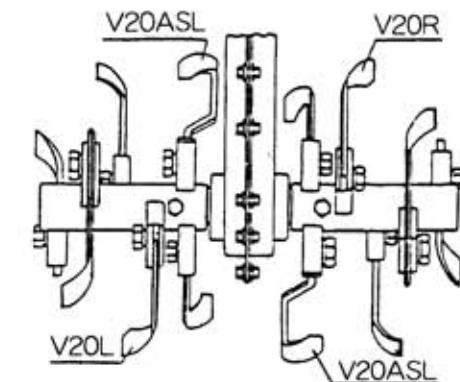

図54
(8) 溝堀セット45(図54)
耕うん刃の取付けは図54に示すようにセットしてください。